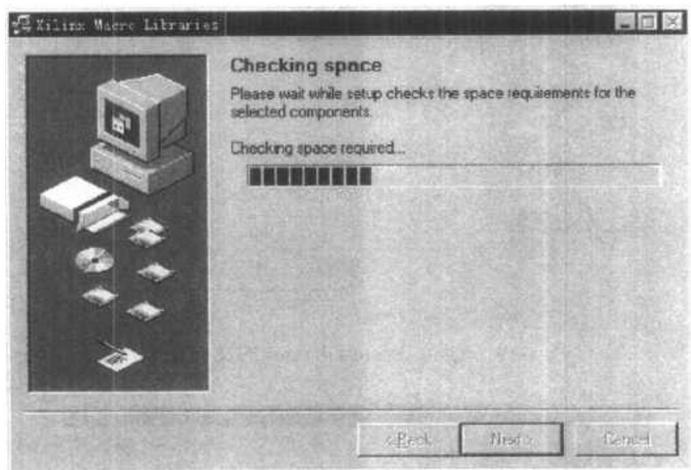

图 1-17 Xilinx Macro Libraries 所需的硬盘空间检测
(17) 输入目录名后,单击 Next 按钮,则出现如图 1-17 所示的窗口,它将进行需求空间的检测工作。